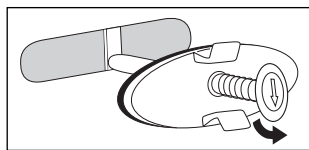

Fig. 5
- Rotiți știftul de tensionare la 90° și eliberați-l încet (fig. 5).